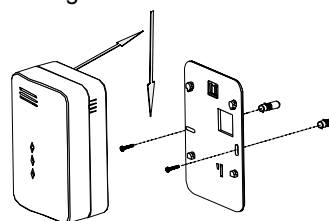

Fig. 3
3. Utilizzando una punta di trapano da 3 mm eseguire due fori nei punti segnati ed inserire i tasselli (fig. 3).
7. Allineare il lato del supporto e il rilevatore. Premere il rilevatore sul supporto di montaggio finché non si sente uno scatto (vedere direzione frecce fig. 3).